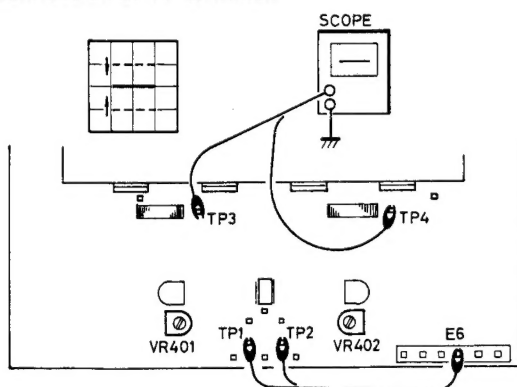

Fig. 1
Before making adjustment, short-circuit pin E6 to pin TP3 (TP-4 for R-ch) on H-AF-119 p-c board, to avoid servo effect. (Fig. 1)
2. Connect the oscilloscope to pin TP3 (TP4 for R-ch) on main amp p-c board. Set volume control of the amplifier to minimum position. Turn on the power. When DC output appears on the screen (the trace will shift upwards or downwards as shown in Fig. 1), adjust potentiometer VR401 (VR402 for R-ch) on H-AF-119 p-c board so that the DC voltage present at the test point is 0V±50mV.
1. Régler la commande de gain vertical de l'oscilloscope sur 0,1 V/cm et la commande d'entrée verticale sur GND. Amener la trace en position centrale sur l'écran; amener ensuite la commande d'entrée verticale sur la position CC. Avant d'effectuer ce réglage, court-circuiter la broche E6 et la broche TP3 (TP4 pour le canal de droite) sur la plaquette de circuit imprimé H-AF-119 afin d'éviter l'effet de rétroaction (Fig. 1).
2. Brancher l'oscilloscope sur la broche TP3 (TP4 pour le canal de droite) sur la plaquette du circuit d'amplification principal. Régler la commande de volume de l'ampli sur la position minimum. Mettre sous tension. Lorsque la sortie CC apparaît sur l'écran (la trace est décalée vers le haut ou vers le bas comme illustré sur la Fig. 1), ajuster le potentiomètre VR401 (VR402 pour le canal de droite) sur la plaquette H-AF-119 de façon à ce que la tension CC observée sur le point de mesure soit de 0 V±50 mV. Une fois le réglage terminé, débrancher le circuit de mise à la masse de la borne TP.